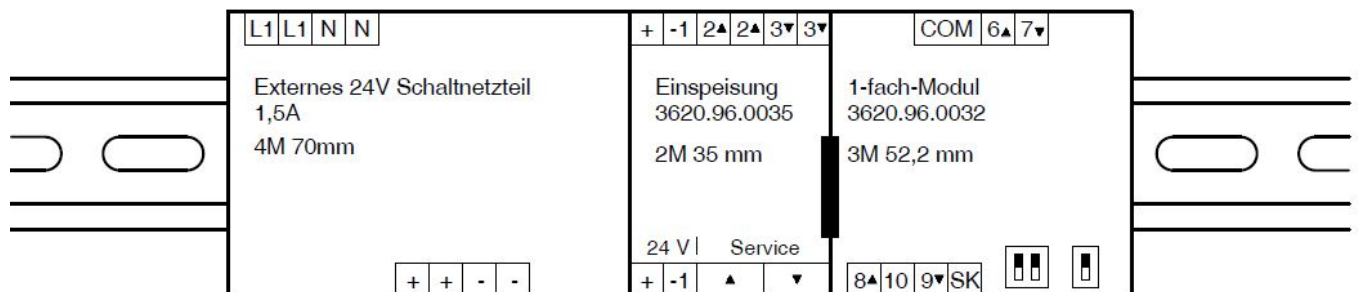

Bild 3
4.2.2. Anschluss mit externen C-Schienen-Netzteil (3620.96.0040) Bild 3